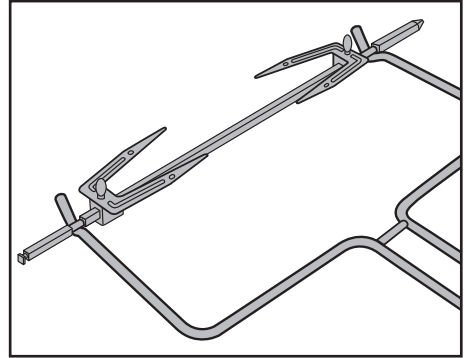

Fig. 3 Tangen **12** sættes på drejespyddet **16**.
- For at tage det varme drejespyd **16** ud skal du gribe med krogene for enden af tangen **12** ned i fordybningerne på drejespyddet **16** (fig. 3):